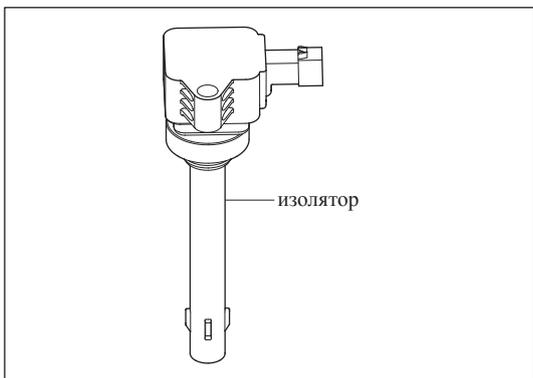

Рис. 12-2-4. Проверка катушки зажигания
(1) Проверить катушку зажигания на наличие масляных пятен.
- » Проверить изолятор катушки зажигания на наличие трещин, как изображено на рис. 12-2-4; если имеются трещины, заменить поврежденные детали.